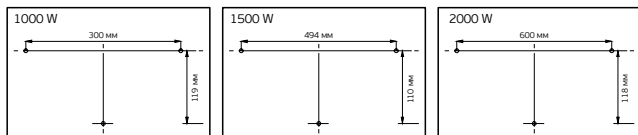

Рис. 6
- Просверлите в стене отверстия необходимого диаметра по меткам крепления (см. рис. 6), вставьте дюбели*, закрутите установочные винты*.